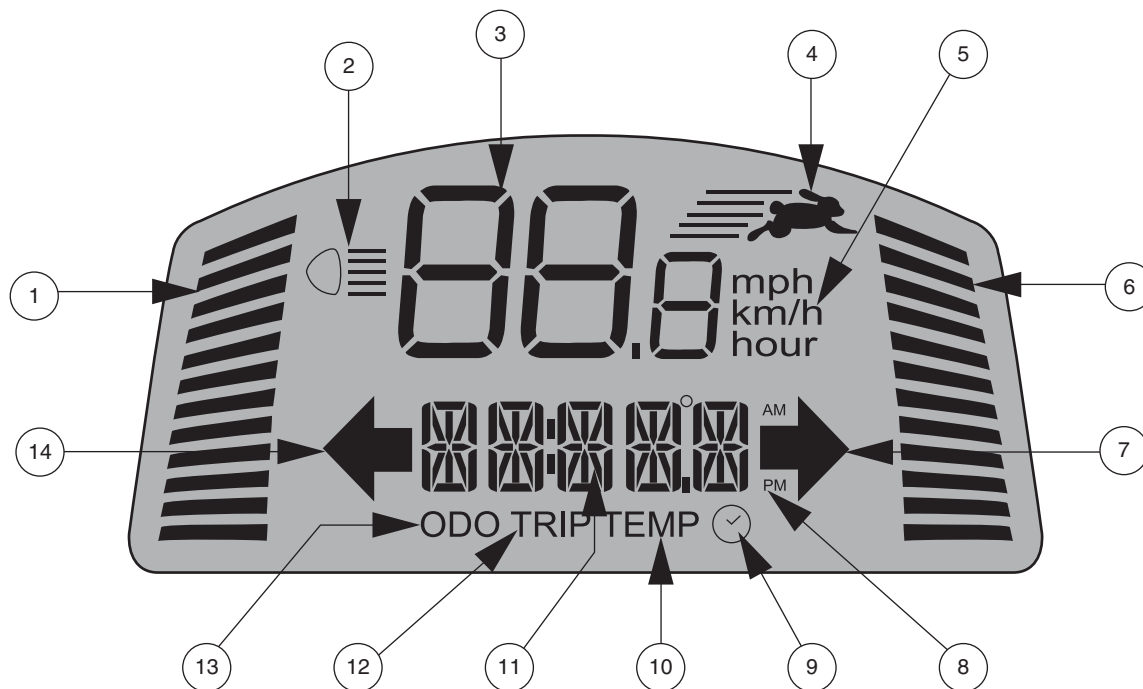

Figure 4. Ecran LCD
- Appuyer une fois sur le bouton Hi-Lo pour fixer le réglage de la vitesse à Hi. L'indicateur Hi-Lo s'affiche sur l'écran LCD. **Voir la figure 4.** L'utilisation de ce paramètre en conjonction avec les boutons de réglage de la vitesse permet au scooter d'atteindre des vitesses jusqu'à la vitesse maximale préprogrammée pour le scooter.
Ces boutons de réglage permettent de présélectionner et de limiter la vitesse de votre scooter. Ceci est indiqué par l'indicateur de vitesse maximum sur l'écran LCD. **Voir la figure 4.**
NOTE: Plus de barres sont affichées sur l'indicateur de vitesse maximum, plus votre vitesse maximum présélectionnée sera élevée. Voir la figure 4.
Le panneau de commande LCD donne des informations intuitives via l'écran LCD. Voir la figure 4. L'écran LCD est également utilisé lors de la configuration initiale (activation) des différents paramètres du panneau de commande. Voir le tableau 1.